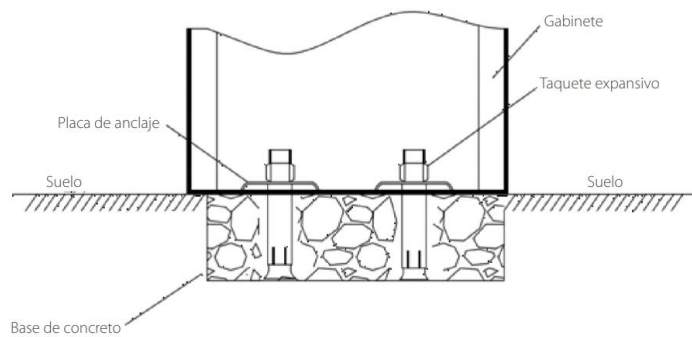

Figura 2-2
4. Utilice una llave para apretar correctamente las tuercas como se muestra en la figura 2-2